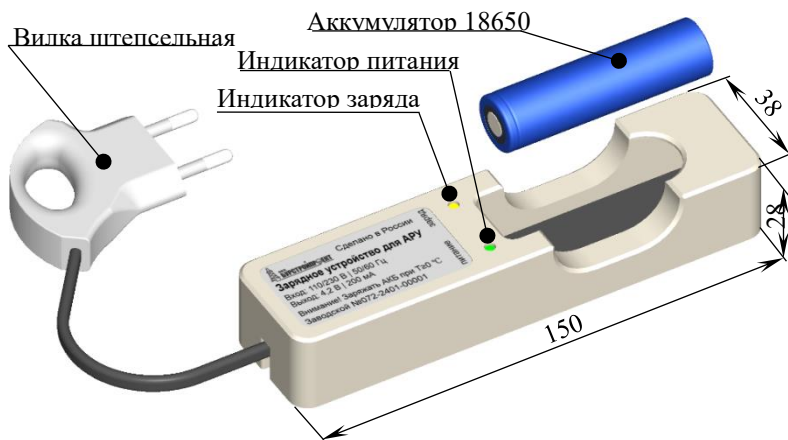

Рисунок 4 - Внешний вид зарядного устройства
2.2.4 При подключении питания к зарядному устройству на нём загорается индикатор питания (рисунок 4), а жёлтый индикатор моргает, что свидетельствует о готовности ЗУ к работе.
2.2.5 В процессе зарядки аккумулятора на зарядном устройстве загорается индикатор заряда (рисунок 4). При полной зарядке аккумулятора индикатор заряда потухает.